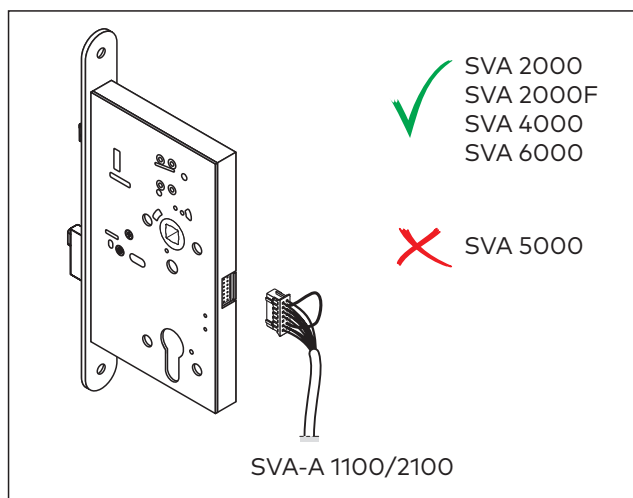

Fig. 21 Connect cable
2. Connect the cable (Abb. 21).